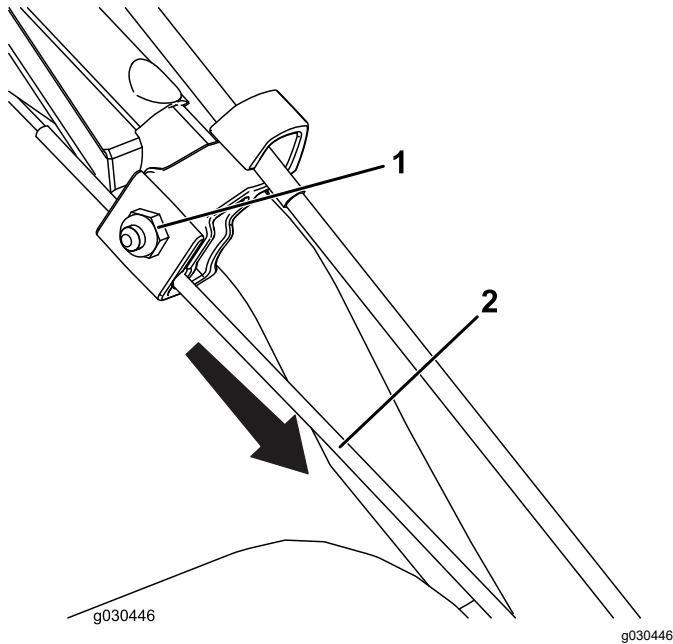

Bild 27
1. Lockern Sie die Mutter an der oberen Kabelklemme, ohne sie zu entfernen (Bild 27).
2. Ziehen Sie das Drahtseil nach unten, damit es nicht durchhängt (Bild 27).
3. Ziehen Sie die Mutter fest (Bild 27).